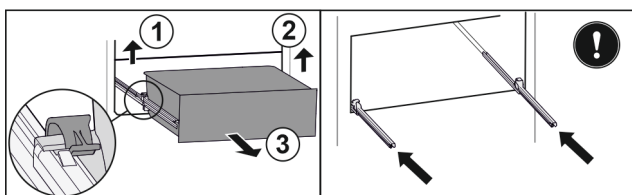

Fig. 113
- ▶ Emelje fel a bal oldali kapcsot, és ezzel egyszerre húzza előre felé a fiók bal oldalát. Fig. 113 (1)
- ▶ Emelje fel a jobb oldali kapcsot, és ezzel egyszerre húzza előre felé a fiók jobb oldalát. Fig. 113 (2)
- ▶ Vegye ki a fiókot előre felé. Fig. 113 (3)